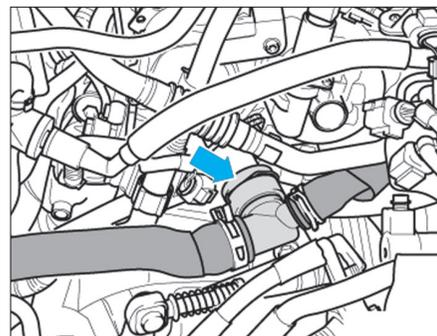

Fig. 69
- Déposer l'agrafe du répartiteur de liquide de refroidissement et le défaire de la culasse (Fig.69).